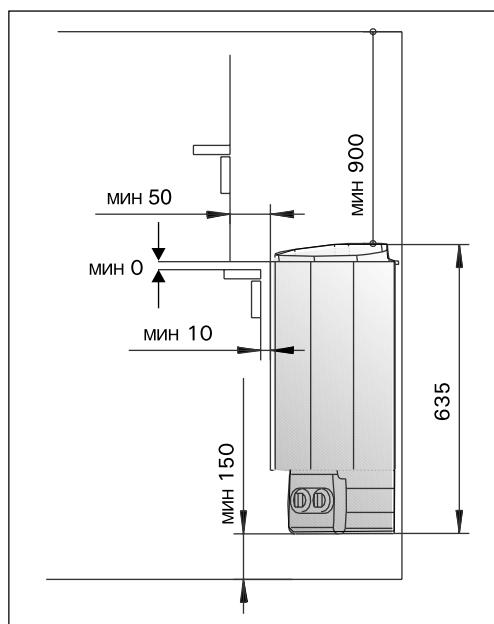

Рисунок 6. Расстояния безопасности
- При расположении каменки выполняются условия минимальных расстояний, изображенных на рис. 6 и указанных в таблице 1.
- С помощью прилагаемых шурупов прикрепите к стене монтажную раму, соблюдая минимальные расстояния, указанные в на рис. 6. Установка рамы изображена на рис. 7.
При установке защитного ограждения вокруг каменки следует соблюдать расстояния, указанные на рис. 6 и 8.